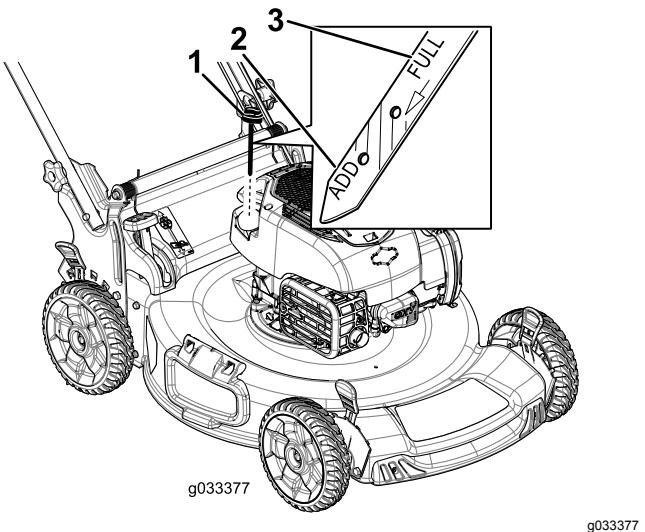

Figura 8
- Retire a vareta rodando-a no sentido contrário ao dos ponteiros do relógio e puxando-a para fora (Figura 8).
7. Leia o nível de óleo na vareta (Figura 8).